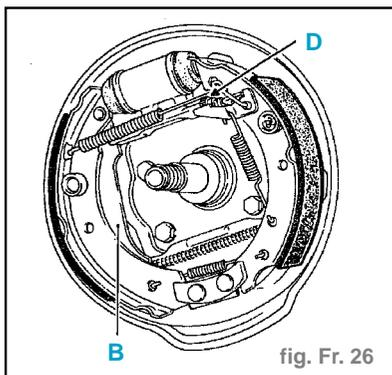

fig. Fr. 26
- Vérifier le fonctionnement du système de rattrapage de jeu automatique en agissant en rotation sur le secteur cranté (D) (s'assurer qu'il tourne bien dans les deux sens), puis détendre de 5 à 6 dents la molette de rattrapage de jeu. (fig. Fr. 26)